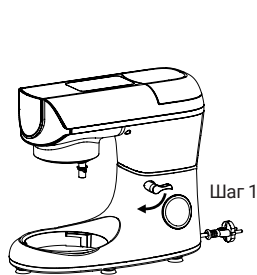
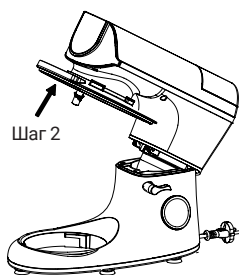

рис. 1
рис. 2
1. Поверните ручку фиксации моторного отсека (Рис. 1) и поднимите моторный отсек до фиксации (Рис. 2).